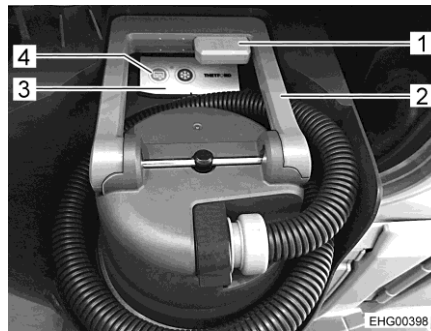

Bild 153 Tömningsmodul
Svartvattentanken och gråvattentanken töms tillsammans via tömningsmodulen (Bild 153). Samtidigt spolas också toaletten, gråvattentanken och svartvattentanken automatiskt.
- Dra handtaget (Bild 153,2) på tömningsmodulen uppåt.
- Tryck på knappen (Bild 153,1) på handtaget (Bild 153,2) för att öppna tömningsmodulen.
- Tryck på tömningsknappen (Bild 153,4) på reglaget (Bild 153,3). Tömningsprocessen börjar.
- Vänta tills avloppsvattnet har pumpats ut helt. Tömningsprocessen är avslutad när den blå tömningsknappen (Bild 153,4) inte längre lyser.
- Tryck på knappen (Bild 153,1) igen för att stänga tömningsmodulen.
- Fäll in handtaget (Bild 153,2).
- ▷ Om handtaget inte kan fällas in kanske tömningsmodulen fortfarande är öppen. I detta fall trycker du på knappen ((Bild 153,1) igen.